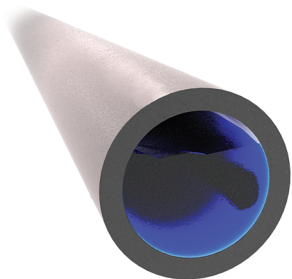

Рис. 3
- Подготовьте трубопровод к монтажу: очистите трубу от грязи и ржавчины (рис. 3).